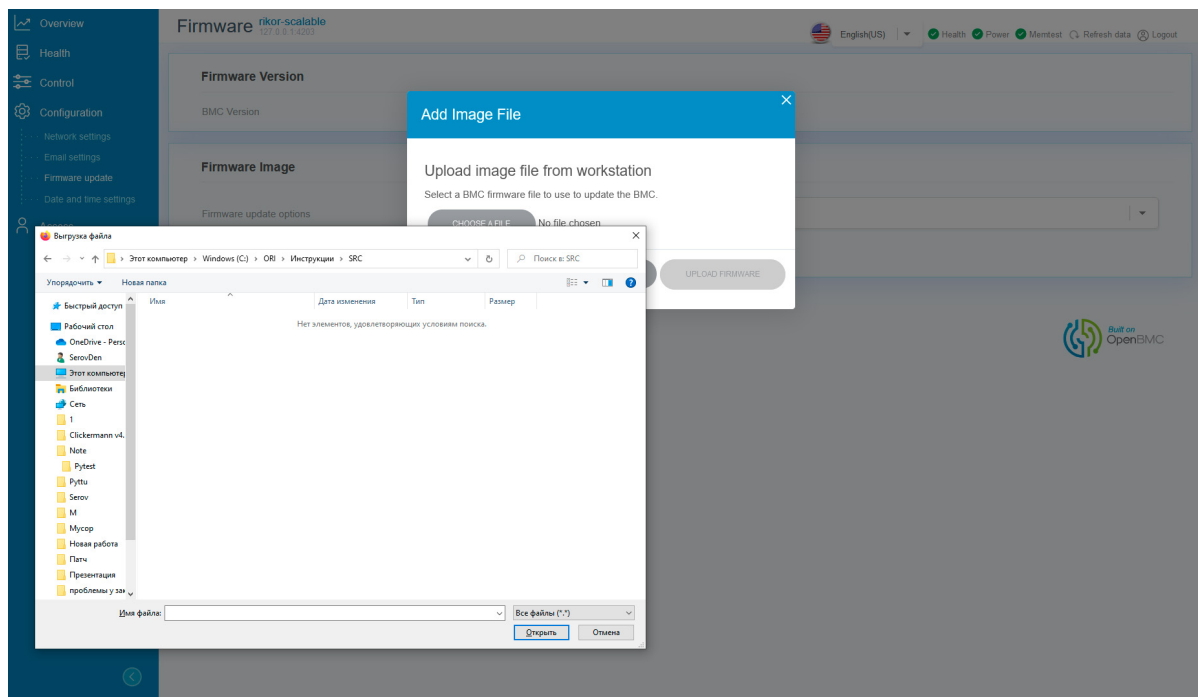

Рис. 90. Выбор директории с новой версией BMC
- 4) В нужной вам директории выберите файл с новой версией обновления BMC. Окно показано на рис. 90 Выбор директории с новой версией BMC